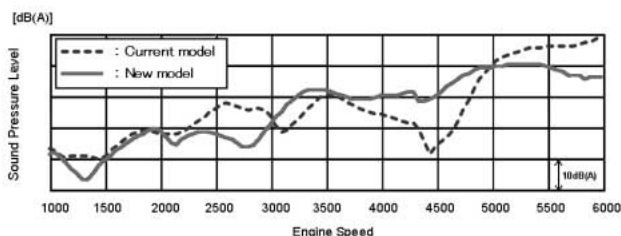

Fig.4 Sound Pressure Level
2.0L, 2.5Lは、吸気サウンドを高回転域までリニアに上昇させ、かつ低騒音を図るため、基本次数音である2次成分に対してはエアリーナ容量を旧モデル比で約1Lアップし、約2dB低減させた。開発構想段階からレゾナンスチャンバを綿密にチューニングすることにより、エンジン回転速度にリニアな吸気サウンドを実現した。Fig.4に新旧モデルの吸気音の比較を示す。